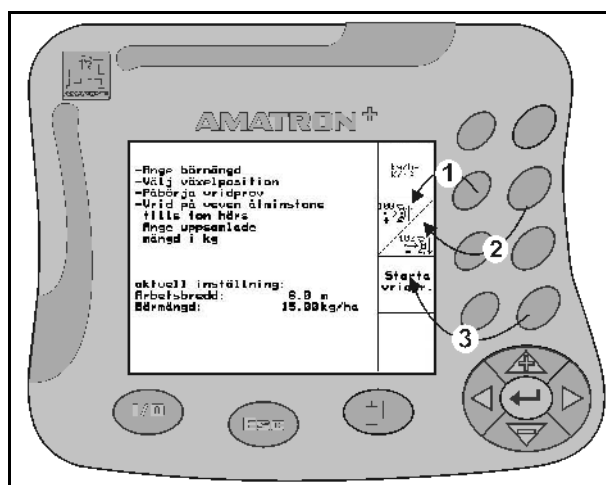

Fig. 9
- är den vänstra knappen kopplad till det övre, vänstra funktionsfältet (Fig. 9/1).
- är den högra knappen kopplad till det nedre, högra funktionsfältet (Fig. 9/2).
När displayen visar endast ett fyrkantigt funktionsfält är den högra knappen kopplad till detta (Fig. 9/3).